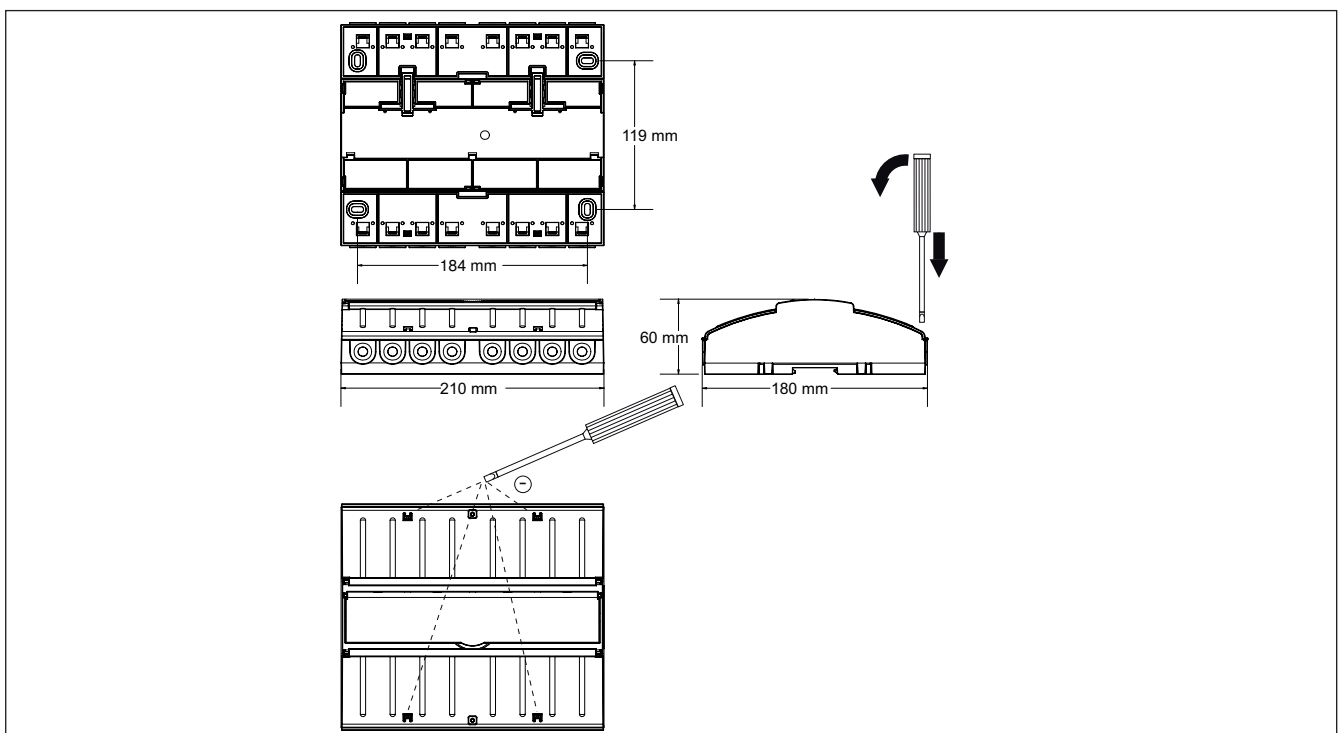

Abb. 4 AP-Gehäuse
- AP: Führen Sie einen Schlitzschraubendreher (Empfehlung: Klinge 3,0 - 4,0mm) in die jeweilige Deckelöffnung ein (s. Abb. 4) und hebeln Sie den Klappdeckel vorsichtig auf. Wiederholen Sie den Vorgang für die zweite Öffnung des Deckels. Wenn beide Verastungen gelöst sind, lässt sich der Deckel aufklappen. Den zweiten Deckel können Sie auf die gleiche Weise öffnen. Alternativ kann die AP-Variante auch auf einer Hutschiene (TH 35-15 nach EN 60715: 2001) montiert werden.